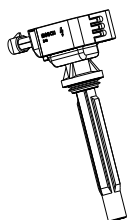

Рис. 9-10
3. Катушка зажигания (рис. 9-10)